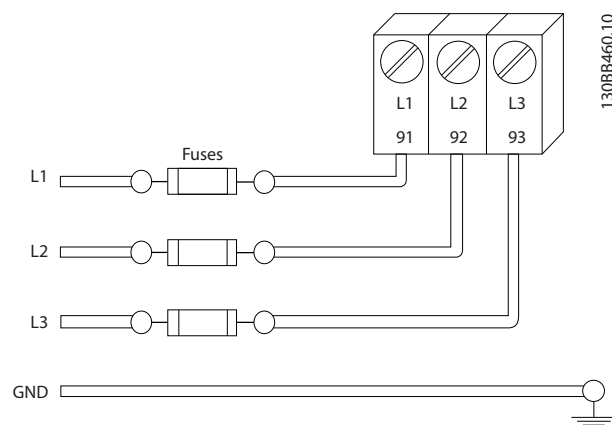

图 2.7 变频器 熔断器
- 必须为所有变频器都提供短路和过电流保护。为了提供这种保护，须采用输入熔断装置，请参阅 图 2.7。如果出厂时没有附带熔断器，则须由安装商作为安装的一部分而提供。请参阅 10.3 熔断器表 中的熔断器最大额定值。